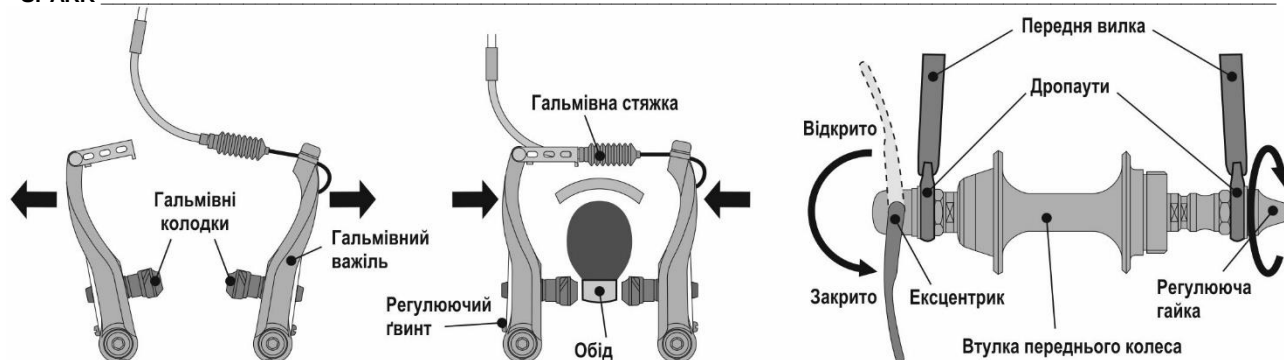

Рисунок 3. Установка колёс, гальма V-брейк
- Встановити переднє колесо. Слідкувати за тим, щоб напрямок шини відповідав вказаному напрямку обертання. Для велосипедів з обідніми гальмами перед установкою колеса розчепити гальмівну стяжку. (рис. 3). Зафіксувати колесо в передній вилці, закрутивши фіксуючі гайки або затягнувши ексцентрик.
- Якщо велосипед оснащений втулками з ексцентриковим затиском (рис. 3), відкрити ексцентриковий затиск, коли під вагою велосипеда колесо саме встановиться точно в посадочних пазах вилки – закрити ексцентрик. Зусилля затиску ексцентрика встановлюється регульовальною гайкою та мають бути в межах 10-15 н/м.